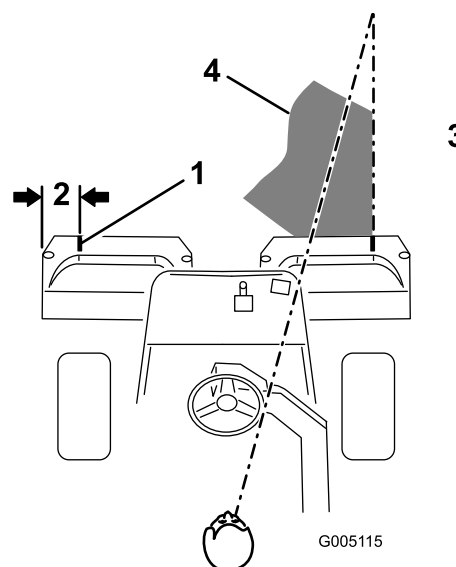

Figure 23
2. Placez une bande de papier blanc ou un trait de peinture sur chaque bac parallèlement à son bord extérieur (Figure 23).
3. Minimisez le chevauchement de la passe précédente lors de la passe de retour. Pour vous aider à conserver une ligne droite en travers du green et à maintenir la machine à égale distance du bord de la passe précédente, établissez une ligne de vision imaginaire à environ 1,8 à 3 m en avant de la machine jusqu'au bord de la partie non coupée du green (Figure 23 et Figure 24). Certains trouvent
qu'il est utile de faire passer la ligne de vision par le bord extérieur du volant, c.-à-d. de maintenir le bord du volant aligné avec un point qui est toujours éloigné de la même distance par rapport à l'avant de la machine (Figure 23 et Figure 24).